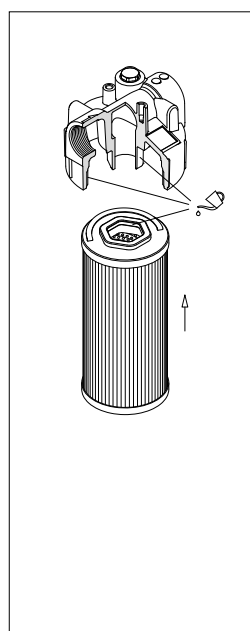

fig. 4
- (Fig. 4) Lubrificare con il fluido di lavoro la guarnizione dell'elemento filtrante, il codolo e la sede della testata, quindi calzare l'elemento filtrante sul codolo. Prestare attenzione a non danneggiare la guarnizione Esa-ring.